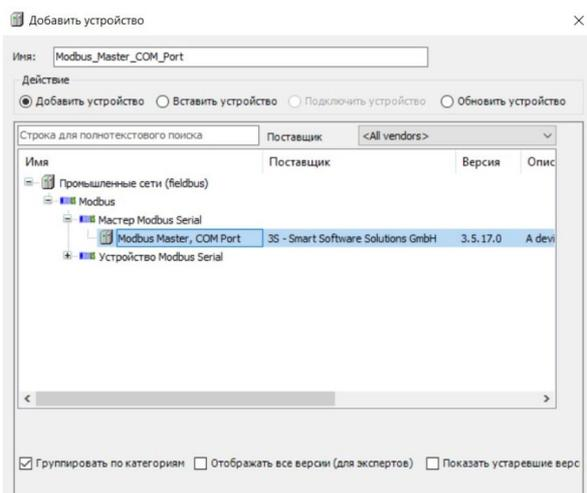

Рис.13 Добавление Modbus Master.
1. Для создания Master соединения (когда ПЛК передает запросы слейв-узлам) Пользователю необходимо в дереве проекта добавить устройство "Modbus Master, COM Port". Далее Пользователь должен нажать правой кнопкой мыши на объект "Modbus_COM (Modbus COM)" в дереве проекта и выбрать "Добавить устройство...". В директории "Промышленные сети (fieldbus) > Modbus > Master Modbus Serial" требуется выбрать объект "Modbus Master, COM Port" и двойным щелчком добавить его в дерево проекта (Рис. 13). Далее Пользователю необходимо закрыть окно добавления устройств.